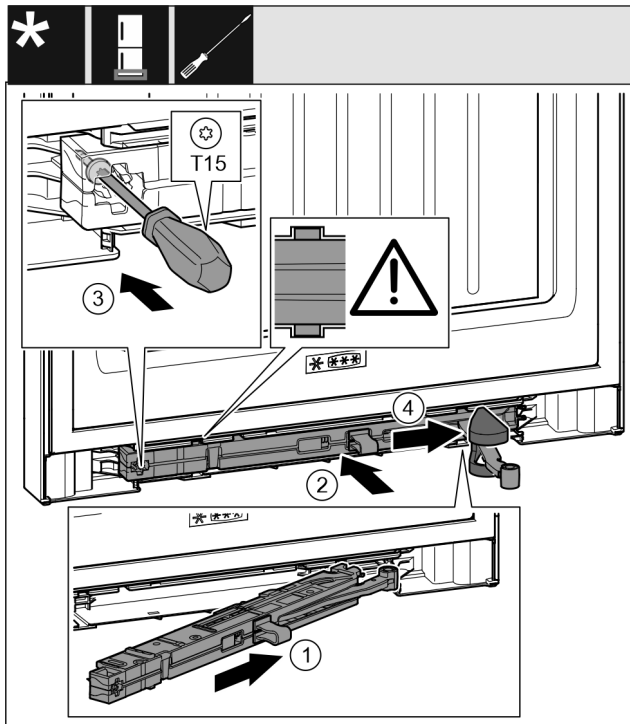

Fig. 49
- ▶ Schließdämpfereinheit Fig. 49 (1) auf der Lagerbockseite bis zum Anschlag schräg in die Aussparung einschieben.
- ▶ Schließdämpfereinheit Fig. 49 (2) vollständig in Aussparung schieben.
- ▶ Schraube Fig. 49 (3) mit einem Schraubendreher festschrauben.
- ▶ Abdeckung Fig. 49 (4) über Gelenk schieben.